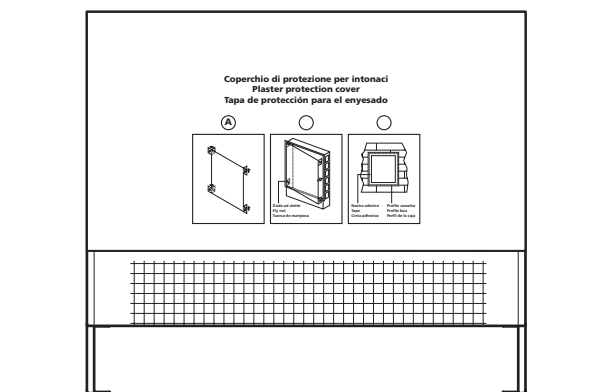

Рис. 7
- закрепить шкаф в стене посредством цементного раствора, закрывая лицевую поверхность строительным картоном, в соответствии с Рис. 7.